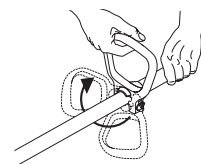

Fig. 6
1. Ubique la tuerca de mariposa en el mango en forma de D. Aflójela suficientemente para soltar el mango en forma de D (Fig. 6).
2. Gire el mango en forma de D hacia la posición vertical al frente de la cubierta del eje (Fig. 6).